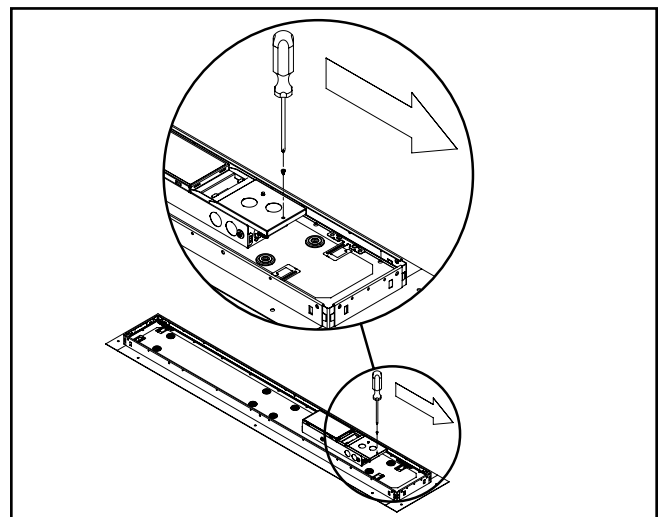

Figura 1.
3. Ubique la cubierta de la caja de derivación de la luminaria y deslícela para retirarla. (Figura 1)